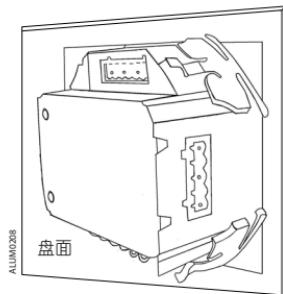

图 2-7 用卡勾挤紧盘面固定仪表
3. 把仪表推入安装孔内，仪表的前面板露在盘面上，仪表的主壳体和接线端子位于盘面后。然后，把四支安装卡勾分别从后部顺着仪表沟槽装上，并向前推紧卡勾，使卡勾的前沿挤紧开关盘，这样仪表就被水平地安装在开关柜体上了，如图2-7。